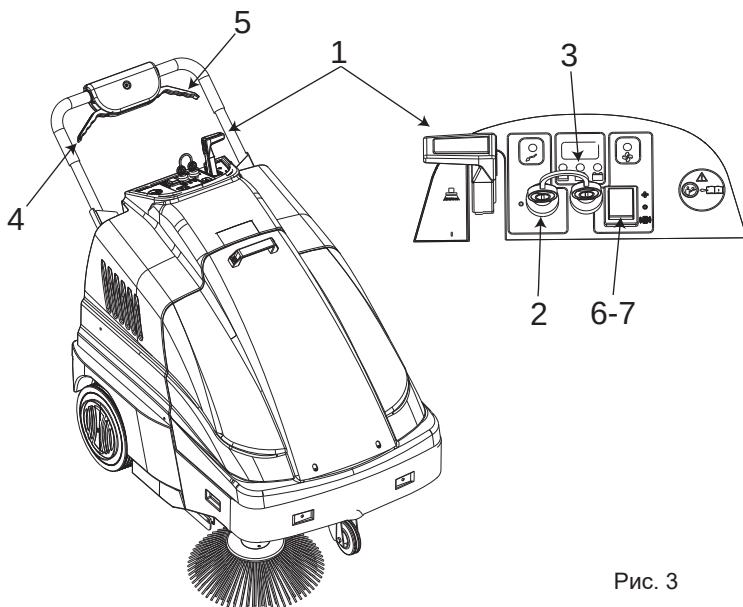

Рис. 3
- Установите рычаг подъема щетки (поз. 1, рис. 3) в положение «0».
- Установите переключатель с ключом (поз. 2 рис. 3) в положение «I».
- Повернув ключ, подождите примерно 10 секунд, пока машина не начнет работать. Перед началом работы проверьте по индикатору (поз. 3, рис. 3), что аккумулятор полностью заряжен, в противном случае зарядите аккумулятор.
- Включите всасывание, переводением переключателя (поз. 7 рис. 3) в положение «I».
ПРИМЕЧАНИЕ При при перемещении машины выключите всасывание; для этого переведите переключатель (поз. 7 рис. 3) в положение «0».
- Нажмите на рычаг тяги (поз. 4 рис. 3) и приступите к очистке. При необходимости, для установки боковой щетки, переведите рычаг боковой щетки (поз. 1 рис. 3) в положение «I». По завершении работы, если боковая щетка использовалась, переведите рычаг боковой щетки в положение «0», выключите машину и выньте ключи из панели управления.
Срок службы аккумулятора зависит от текущего технического обслуживания и уровня разряда. Не допускайте снижения заряда аккумулятора ниже предела, указанного индикаторами (поз. 3, рис. 3).